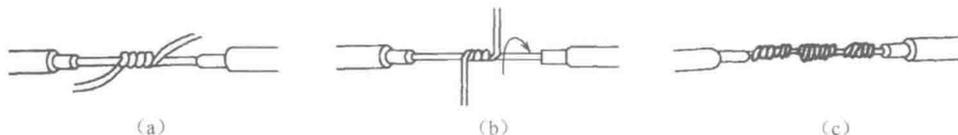

图 1.12 单股铜线的直线连接
(1) 单股铜线的直线连接
① 首先把两线头的芯线做 X 形相交,互相紧密缠绕 2~3 圈,如图 1.12(a) 所示。
② 接着把两线头扳直,如图 1.12(b) 所示。
③ 然后将每个线头围绕芯线紧密缠绕 6 圈,并用钢丝钳把余下的芯线切去,最后钳平芯线的末端,如图 1.12(c) 所示。